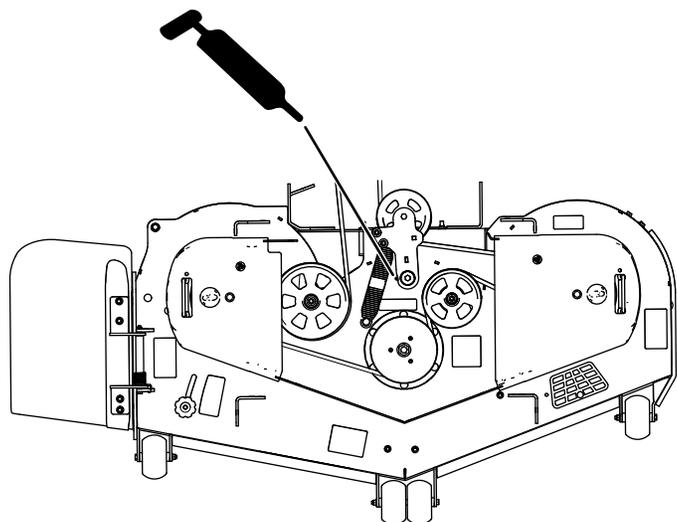

Figura 44
3. Engrase el pivote de la polea tensora de la carcasa de corte hasta que salga grasa por el extremo inferior (Figura 44).